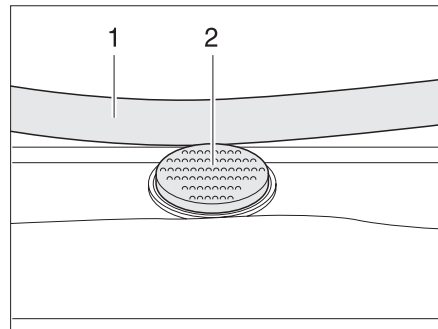

Fig. 33 Bottone di sicurezza sull'oblò Heki
- ▶ Premere il bottone di sicurezza (Fig. 33,2) e tirare verso il basso la staffa (Fig. 33,1) con entrambe le mani.